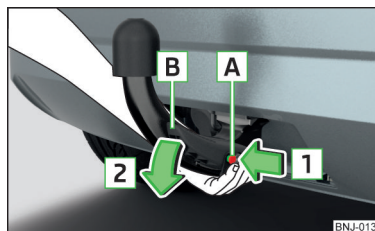

Fig. 160
- Grasp the ball head from **underneath** » Fig. 160.